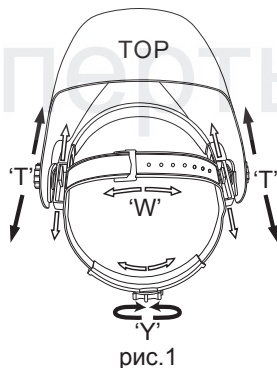

рис.1
1. Длину окружности оголовья можно увеличить или уменьшить, вращая ручку с нажатием на затылочной части оголовья. (см. «У» на рис.1) Данная процедура выполняется при надетой сварочной маске и позволяет получить натяжение, необходимое для надёжной фиксации сварочной маски на голове.
2. Если наголовник сидит на голове слишком высоко или слишком низко, отрегулируйте ремень, который проходит через макушку. Для этого ослабьте конец ремня, выдавив стопорный штифт из отверстия в ремне. Переместите две части ремня относительно друг друга на требуемую длину и вставьте стопорный штифт в ближайшее отверстие (см. «W» на рис.1).
1. Ослабьте гайки-фиксаторы (см. «Т» на рис.1) и двигайте маску к или от вашего лица. Убедитесь, что расстояния между обоими глазами и светофильтром одинаковые, чтобы избежать неравномерного затемнения светофильтра.